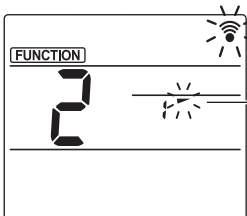

Fig. 3-3
- ③ Ajuste el ángulo del deflector (Fig. 3-3)